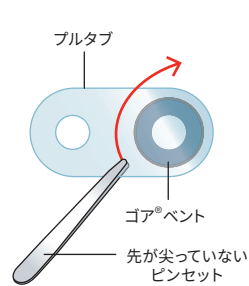

図7: スリットなしのプルタブ
- プルタブ付きベントの場合は、プルタブを慎重に剥がし、ベントを破損しないようにしてください。ベント本体近くのプルタブの部分をつまみ、円を描くようにしてプルタブを剥がします(図7)。